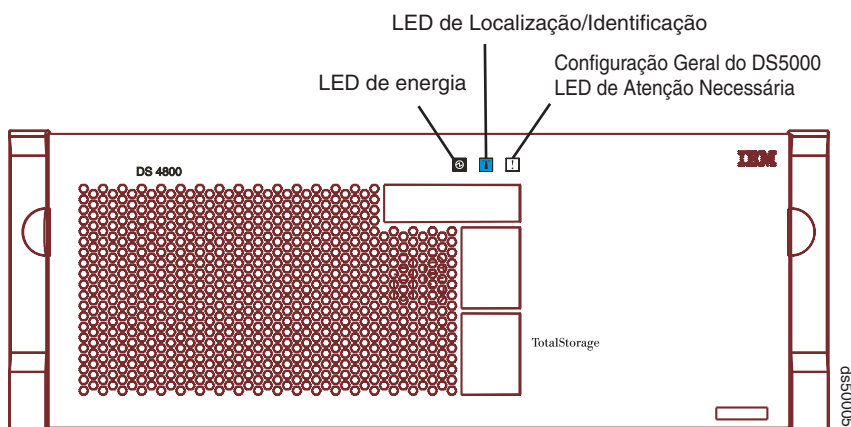

Figura 115. LED de Atenção Necessária Geral da Configuração no Painel Frontal do DS5100 e DS5300
2. Localize o subsistema de armazenamento que contém a unidade de fonte de alimentação e de ventilador com falha verificando o LED Atenção Necessária Geral da Configuração no painel frontal do subsistema de armazenamento. (A Figura 115 mostra o local do LED de Atenção Necessária Geral da Configuração no painel frontal).